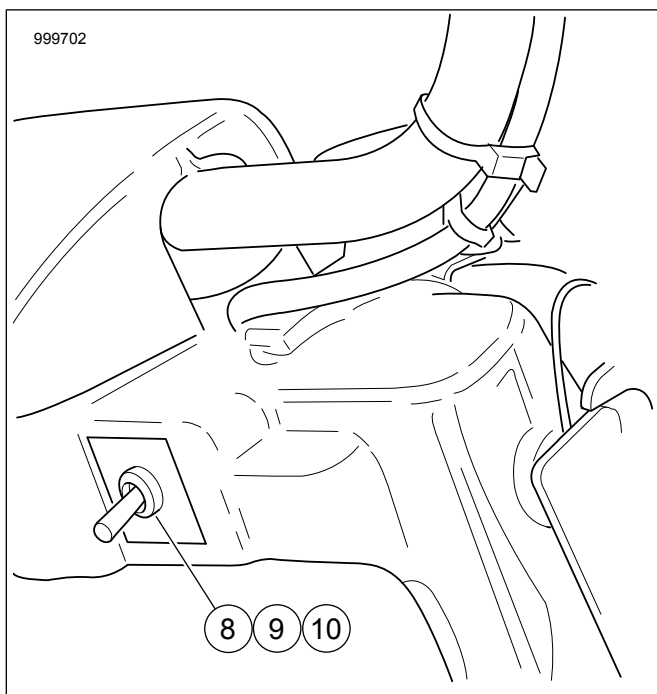

Figure 6. Hindi-sa-Fairing na Lokasyon ng Suwits
- b. **Mga Walang-Fairing na sasakyan:** Tingnan ang Figure 6 . Ikabit ang nut (8), label (9), at switch (10) sa kanang access hole. I-plug ang switch sa harness na matatagpuan sa ilalim ng headlamp nacelle. Sa **FLRT** , ang konektor [205] ay matatagpuan sa ilalim ng tangke ng gasolina sa plastik na wire caddy. Tingnan ang manwal ng serbisyo.